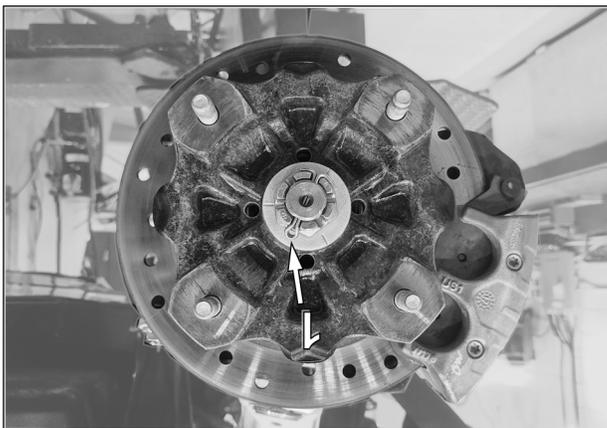

Fig. 8
8. S'assurer que la goupille fendue (1) ne produise aucune interférence lors de l'assemblage du moyeu de traction. Le moyeu de traction doit se positionner sans résistance au moyeu du véhicule. Voir la Fig. 8